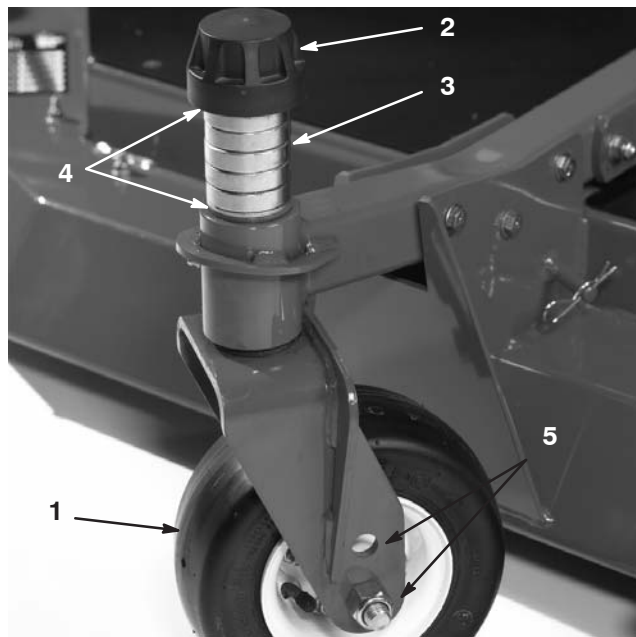
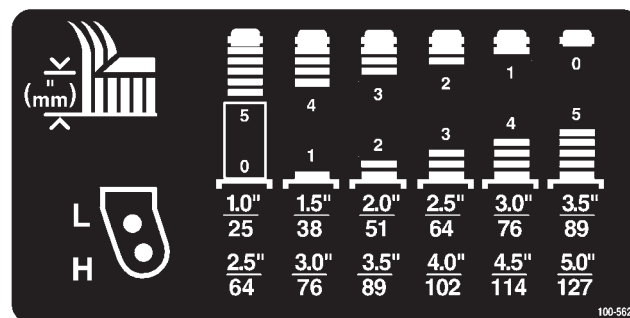

Figure 5
Figure 11
1. Retirez les chapeaux de tension des axes de pivot et retirez les entretoises et les rondelles de butée (Fig. 5).
2. Glissez les entretoises sur l'axe de la roue pivotante pour obtenir la hauteur de coupe voulue. Consultez la figure 11 pour déterminer les combinaisons d'entretoises requises pour le réglage. Glissez une rondelle de butée sur l'axe, et poussez l'axe de pivot dans le bras pivotant. Montez une autre rondelle de butée et les entretoises restantes sur l'axe, puis posez le chapeau de tension pour fixer l'ensemble (Fig. 5).
2. Placez les essieux des roues pivotantes dans les mêmes trous sur les deux chapes. Reportez-vous à la Figure 11 pour choisir les trous corrects pour la hauteur de coupe requise.
Reportez-vous à la figure 11 pour choisir les combinaisons d'entretoises correctes pour la hauteur de coupe requise.